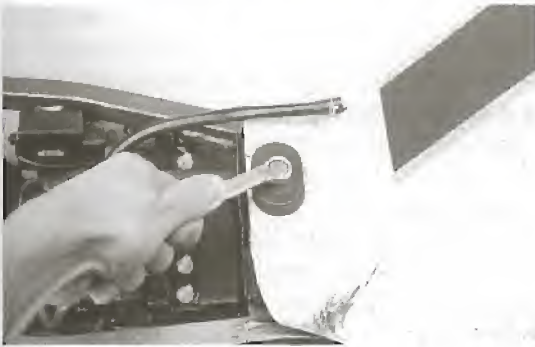

Bild 5
- Links Stecker für Kraftstoffstandgeber trennen (Bild 4) und von rechts Kraftstoffhahn mit Schlitzschraubendreher schliessen (Bild 5; Stellung OFF).